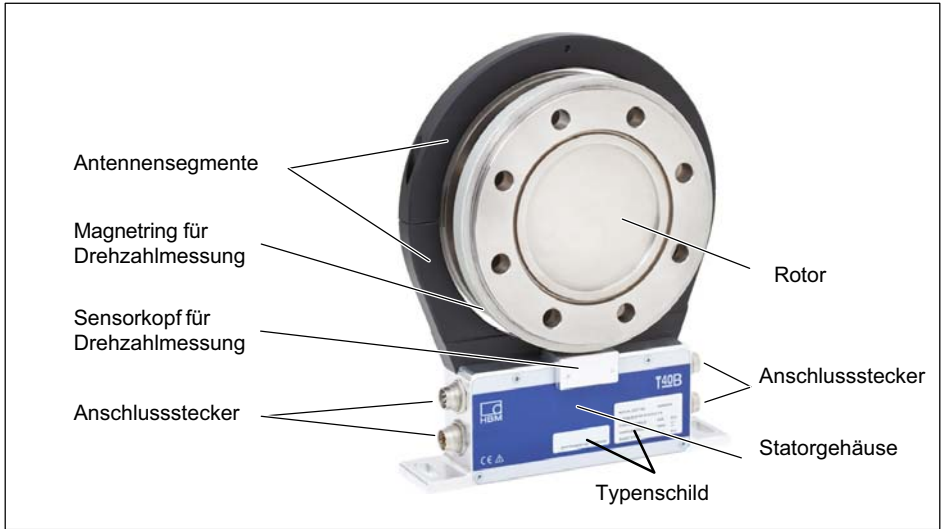
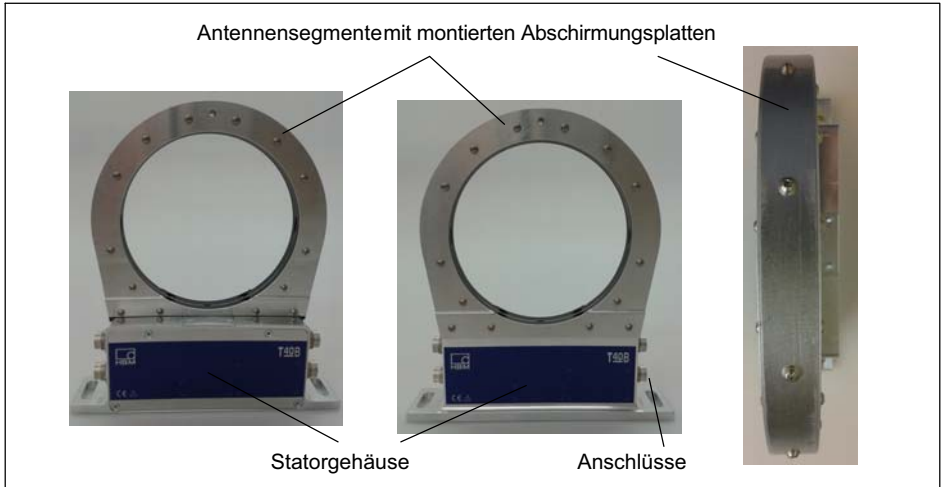

Abb. 4.2 Mechanischer Aufbau mit Drehzahlmesssystem, Option 7, Code S
Abb. 4.4 Mechanischer Aufbau des Stators mit montierten Abschirmungsplatten ohne Drehzahlmesssystem, Option 7, Code U
*Der mechanische Aufbau mit Drehzahlmesssystem ist mit Abb. 4.2 identisch und verfügt über eine zusätzliche Abschirmungsplatte für den Antennenring, siehe Abb. 4.4.*